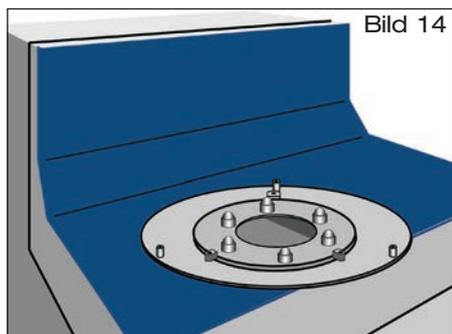

Bild 14
- 2.6 Beiliegende Sechskantkappen M 12/SW 19 aus Kunststoff auf die Gewindebolzen aufsetzen (Bild 14 bzw. 14A).